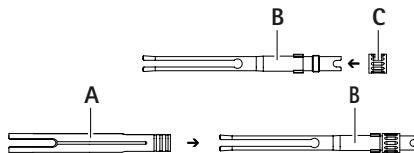

Abb. 10
- Außenhülse A von vorne über die Spannzange B aufschieben, siehe Abb. 10. Dabei auf die Ausrichtung der Schlitze zu den Nutensteinen achten. Das geriffelte Ende der Klemmhülse sollte zur besseren Bedienbarkeit Richtung Klemmschraube C zeigen.